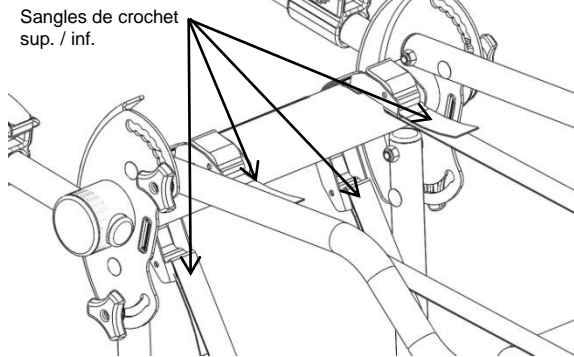

FIGURE 2
4. Passer les sangles d'arrimage à boucle à came dans les fentes de sangle latérales situées sur les supports latéraux de l'assemblage de support principal, puis dans la fente du crochet de coffre. (Fig. 2)